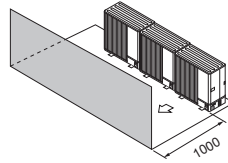

Fig. 2-14
- (3) Enbart hinder eller stängd yta på framsidan (Fig. 2-14)